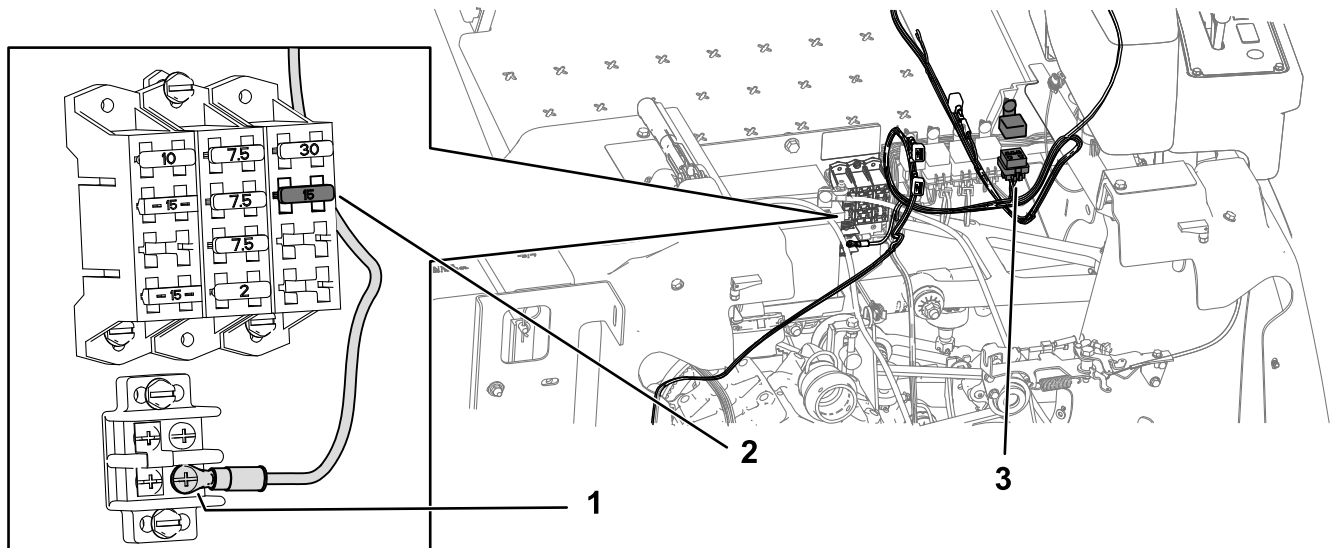

図 6
2. アース線とリレースイッチを接続し、ヒューズブロックに 15 A ヒューズを取り付ける図 6。